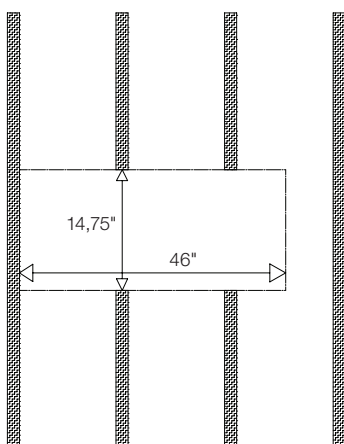

Figure 15
2. Découpez complètement les montants de paroi qui tombent à l'intérieur de l'espace nécessaire pour la SCL-2 (Figure 15). **VÉRIFIEZ PRÉALABLEMENT QUE CE NE SONT PAS DES MONTANTS PORTEURS.**